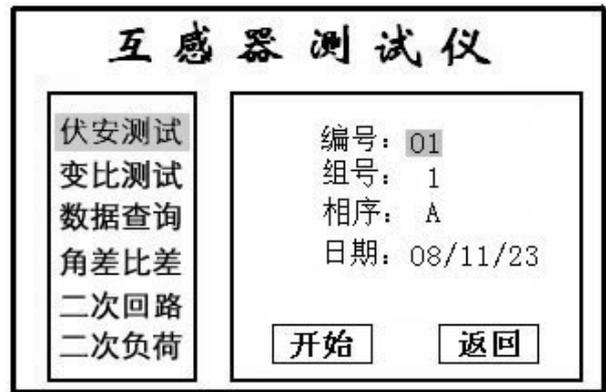

图 3
进行电流互感器伏安特性测试及变比、极性测试时，请移动光标至伏安测试，选择进入伏安测试，界面见图 3。
#### (1) 参数设置（见图 3）：
- **返回**：光标移动至此选项，按下即退回上一界面（图 3）。